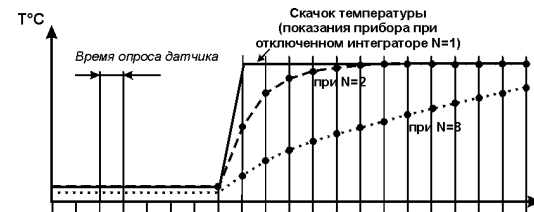

Рис. 8
3.1.3.3. Глубина фильтра (b0-3) – позволяет добиться более плавного изменения показаний прибора. В этом параметре задается количество последних N измерений, из значений которых прибор вычисляет среднее арифметическое. Полученная величина поступает на вход ЛУ. При значении параметра равном 1 фильтр выключен. Действие параметра "глубина фильтра" показано на рис. 8. Уменьшение значения N приводит к более быстрой реакции прибора на скачкообразные изменения контролируемой величины, но снижает помехозащищенность измерительного тракта. Увеличение значения N приводит к улучшению помехозащищенности, но вместе с этим повышает инерционность прибора.